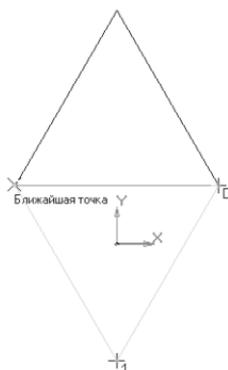

Рис. 382
- кнопка переключения  – **Редактирование**, команда  – **Поворот**. На панели **Свойств** выберите **Режим**  – **Оставлять исходный объект**. Укажите центр поворота (точка С) и базовую точку (точка 1) см. рис. 382. Переместите фантом треугольника и укажите новое положение базовой точки (ближайшая точка). Щелчком ЛКМ зафиксируйте его;